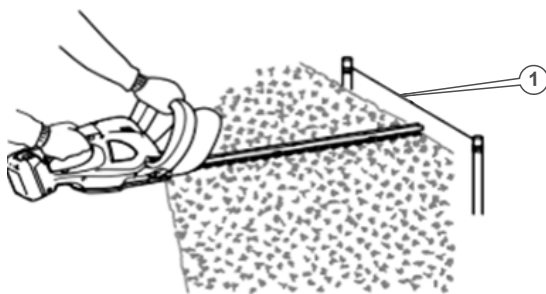

Рисунок 6. Схема підстригання пагонів з використанням мотузки в якості рівня.
4. Увімкнути кущоріз та виконати заплановані роботи з підрівнювання живоплоту. Для розмітки використовувати натягнуту синтетичну мотузку вздовж всієї огорожі на необхідному рівні. Під час підрівнювання різальний блок вести плавно, утримуючи його трохи вище рівня натягнутої мотузки. (дивись рис. 6).